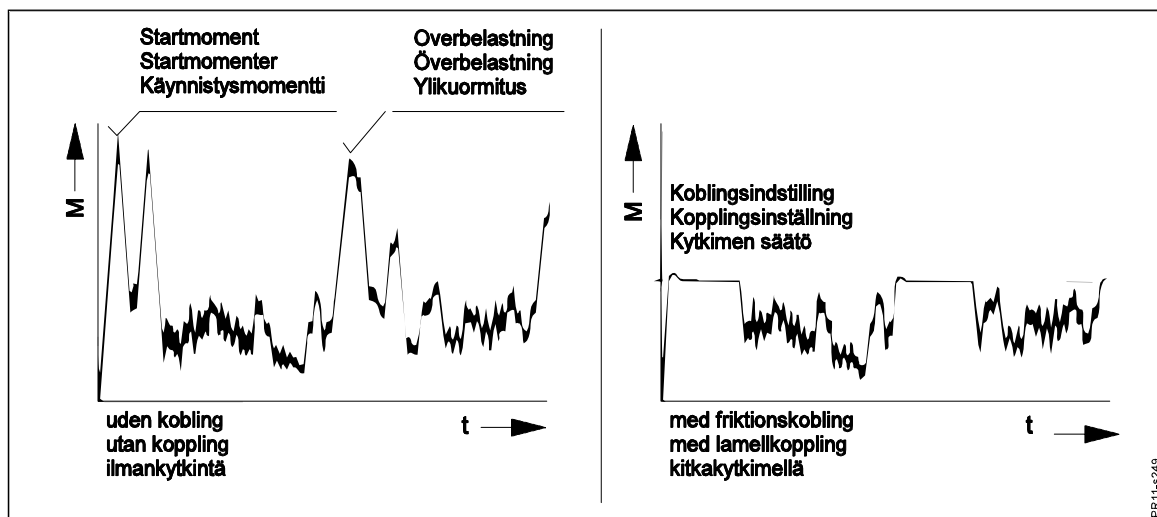

Fig. 3-16
**Fig. 3-16** Friktionskoblingen beskytter traktor og maskine mod overbelastninger af længere eller kortere varighed. Figuren viser skematisk hvordan koblingen beskytter transmissionen mod store momentspidser, samtidigt med at den er i stand til at opretholde det maksimale driftsmoment.